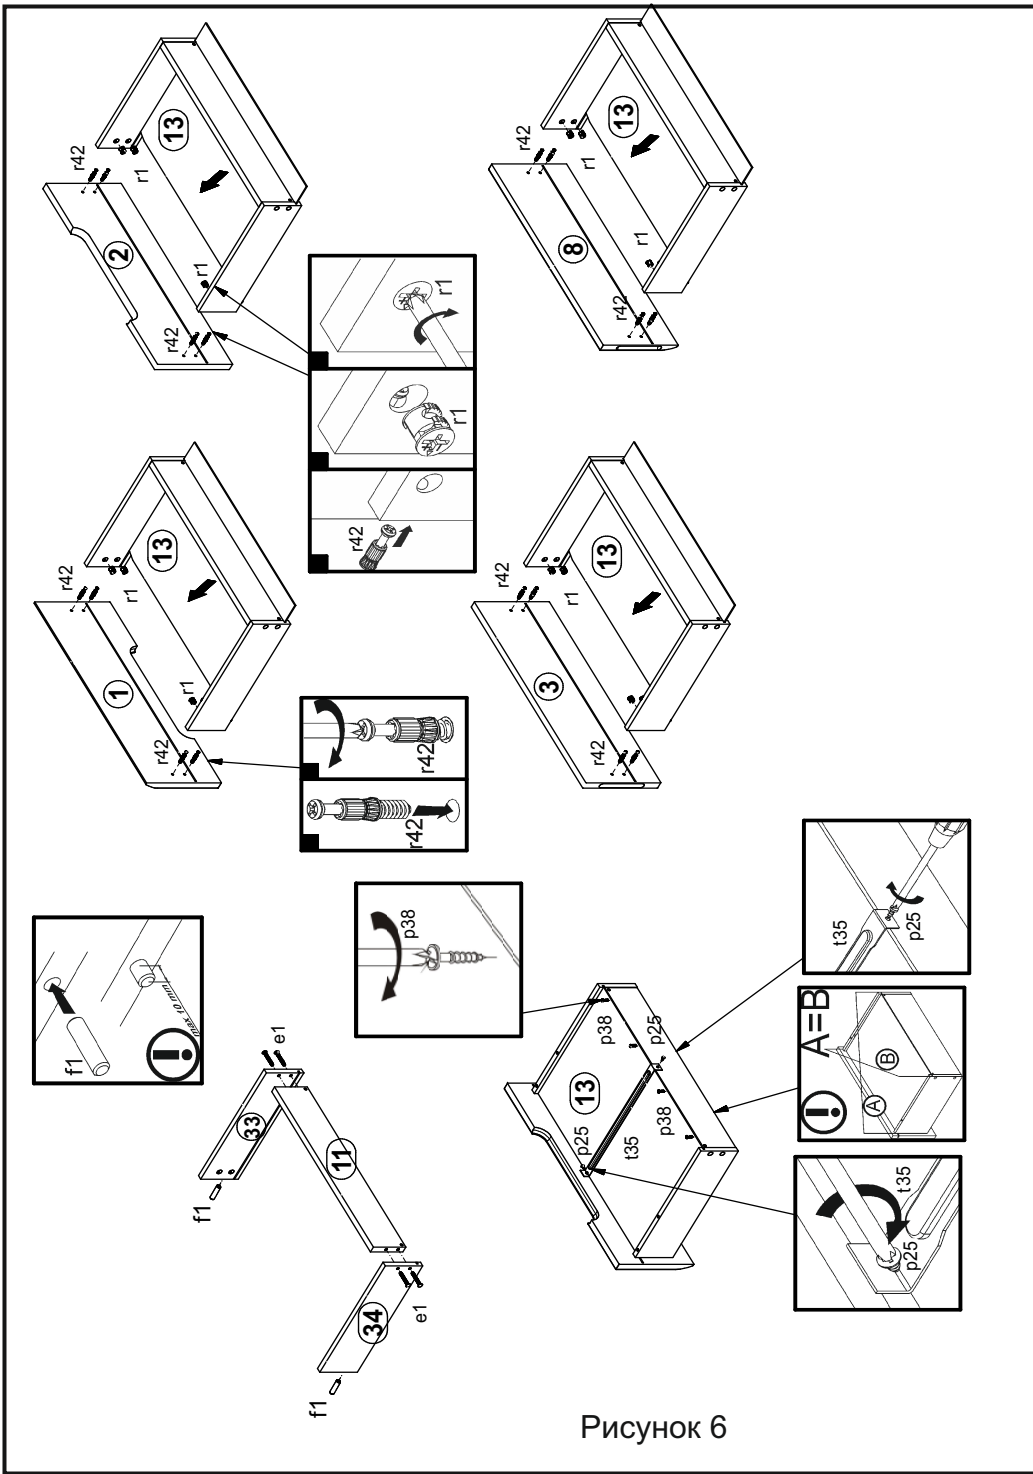

Рисунок 6
4.12. В отверстия $\varnothing 15$ мм на внутренних поверхностях деталей 33, 34 вставить стяжки эксцентриковые r1. В отверстия $\varnothing 5$ мм на внутренних поверхностях деталей 1, 2, 3, 8 вкрутить винты стяжки r42. В отверстия $\varnothing 8$ мм в торцах деталей 33, 34 вбить деревянные шканты f1. **ВНИМАНИЕ!** В случае, если шкант выступает из отверстия более, чем на 10 мм, его необходимо укоротить, т.к. возможно повреждение деталей. В таких случаях рекламация НЕВОЗМОЖНА. Соединить детали корпусов ящиков 33, 34, 11 с помощью конформатов e1. Для поворота конформатов использовать специальный ключ z1 (см. рис. 6).
4.13. Соединить панели ящиков 1, 2, 3, 8 с корпусами ящиков при помощи шкантов f1 и винтов стяжек r42 и затянуть стяжки эксцентриковые r1 при помощи отвертки (см. рис. 6).
4.14. Вставить дно ящика 13 в пазы в стенках ящиков 33, 34 и панелей ящиков 1, 2, 3, 8, закрепить дно шурупами p38 (см. рис. 6).
4.15. Зафиксировать дно ящика 13 с помощью фиксаторов dna ящика t35 и шурупов p25 (см. рис. 6).
4.18. Закрывать эксцентриковые стяжки на стенках боковых ящиков 33,34 заглушками s2 (см. рис. 6).